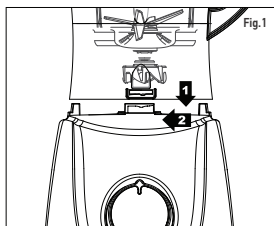

Fig. 2
- 2 • Encaixe o filtro (item 3) no interior da jarra (item 6), alinhando com as guias da jarra nos encaixes do filtro. (Fig. 2)
1 • Com a jarra encaixada no corpo, insira o filtro (item 3) no interior da jarra, alinhando com as guias da jarra nos encaixes do filtro. (Ver Fig. 2)